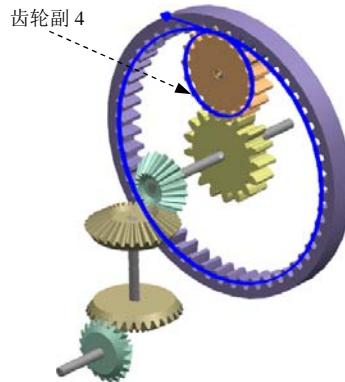

图 5.5.13 定义齿轮副 4
Step21. 定义齿轮副 4。选择下拉菜单 **插入 (S) → 传动副 (T) → 齿轮副 (G)...** 命令；单击“齿轮副”对话框中的 **第一个运动副** 区域下 **\*选择运动副 (①)** 按钮，在运动导航器的“Joints”节点下选取旋转副 J005 为齿轮的第一个运动副；单击 **第二运动副传动** 区域下 **\*选择运动副 (①)** 按钮，选取旋转副 J006 为齿轮的第二个运动副；在“齿轮副”对话框 **设置** 区域的 **比率** 文本框中输入值  $-17/51$ ，其余参数接受系统默认设置；单击 **确定** 按钮，完成齿轮副的定义，如图 5.5.13 所示。
Step22. 定义解算方案并求解。选择下拉菜单 **插入 (S) → 解算方案 (I)...** 命令，系统弹出“解算方案”对话框；在 **解算方案类型** 下拉列表中选择 **常规驱动** 选项；在 **分析类型** 下拉